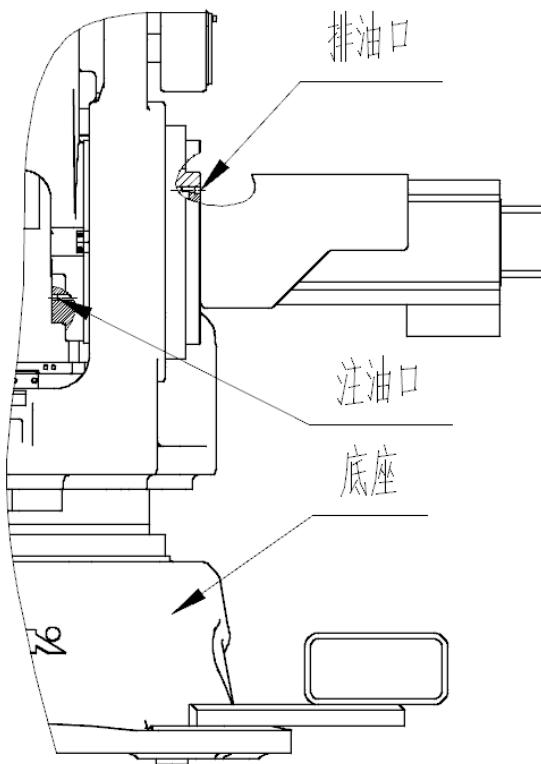

图 12 J2 轴局部结构
(1) 油脂补充步骤（参考图 12）
- ④ 安装排油口堵塞前，运动 J2 轴几分钟，使多余的油脂从排油口排出；
- ⑤ 用布擦净从排油口排出的多余的油脂，在排油口安装堵塞。堵塞的螺纹处要缠生胶带并用扳手拧紧。
(2) 油脂更换步骤（参考图 12）